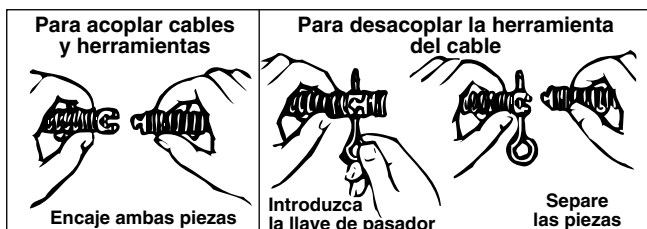

Figura 4 – Acoplamiento y desacoplamiento de herramientas
6. Seleccione e instale la herramienta deseada en la punta del cable. El conector de ranura en T permite encajar la herramienta con un clic al acoplador del cable (*Figura 4*). Para desmontar la herramienta, emplee la llave de pasador para oprimir el pulsador y luego desacople las partes.